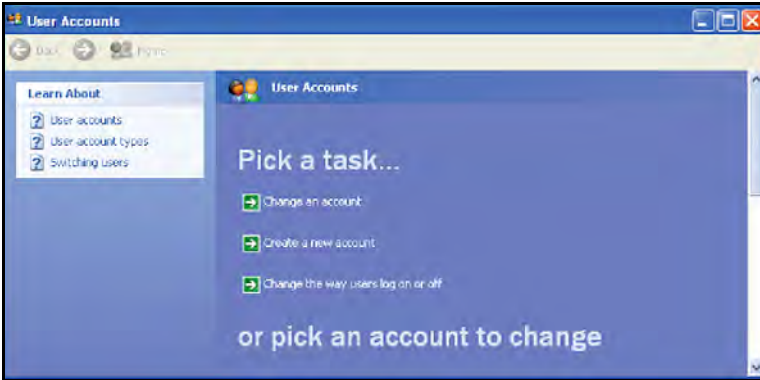

Figura 109: Ventana Cuentas de usuario
2. Cuando se abra la ventana *Cuentas de usuario* (véase *Figura 109* a continuación), haga clic en *Crear una nueva cuenta*.